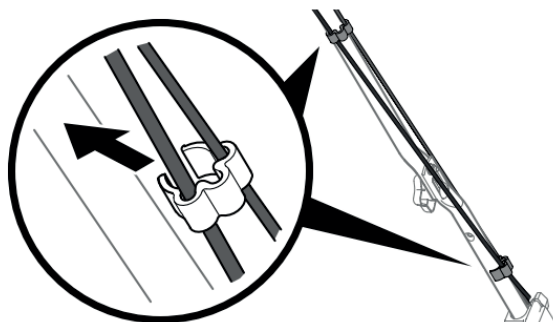

Рис. 11
**ПОМНИТЕ:** на некоторых моделях установлены двойные зажимы для крепления тросов рычагов привода ножа и привода колес к нижней части рукоятки (рис. 11).